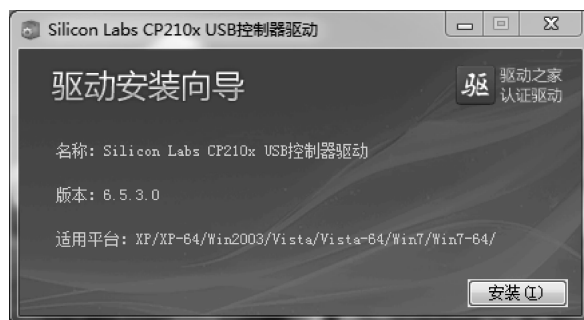

图 1.8 驱动安装界面 1
(1) 双击打开“CP210x 驱动”, 出现如图 1.8 所示界面。